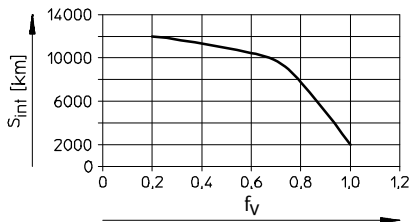

Fig. 8
- Если действует **один** из этих факторов, сократите интервал смазки S_{int} (→ Fig. 8) наполовину.
1. Рассчитайте сравнительный коэффициент нагрузки f_v по формуле для комбинированных нагрузок (→ 11 Технические характеристики) и найдите в документации интервал смазки S_{int} (→ Fig. 8).